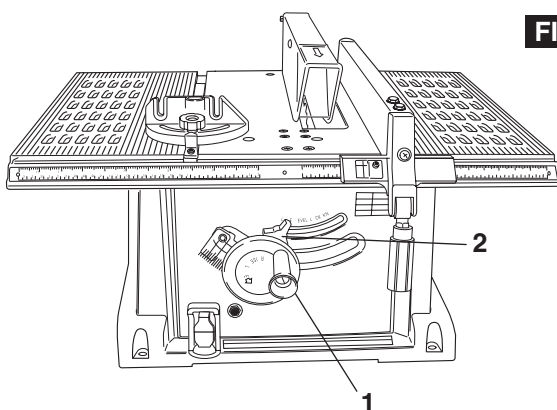

FIG. 8
1. Raise the blade to the maximum height by turning the control wheel **1** counterclockwise (Fig. 8).
2. Loosen the blade lock knob **2**. Push in the blade elevation/tilting control wheel **1** and rotate clockwise as far as possible (Fig. 8).
2. Loosen the blade lock knob **2**. Push in the blade elevation/tilting control wheel **1** and rotate counterclockwise as far as possible (Fig. 8).
1. Élevez la lame jusqu'à la hauteur maximum en tournant la roue de commande **1** dans le sens contraire des aiguilles d'une montre (Fig. 8).
2. Desserrez le bouton de verrouillage de la lame **2**. Appuyez sur la roue de commande d'élévation/inclinaison de la lame **1** et tournez dans le sens des aiguilles d'une montre aussi loin que possible (Fig. 8).
1. Suba la hoja hasta la altura máxima girando la rueda de control **1** en sentido contrario al de las agujas del reloj (Fig. 8).
2. Afloje el pomo de fijación de la hoja **2**. Presione la rueda de control de elevación e inclinación de la hoja **1** y gírela en el sentido de las agujas del reloj tanto como sea posible (Fig. 8).
2. Afloje el pomo de fijación de la hoja **2**. Presione la rueda de control de elevación e inclinación de la hoja **1** y gírela en sentido contrario al de las agujas del reloj tanto como sea posible (Fig. 8).